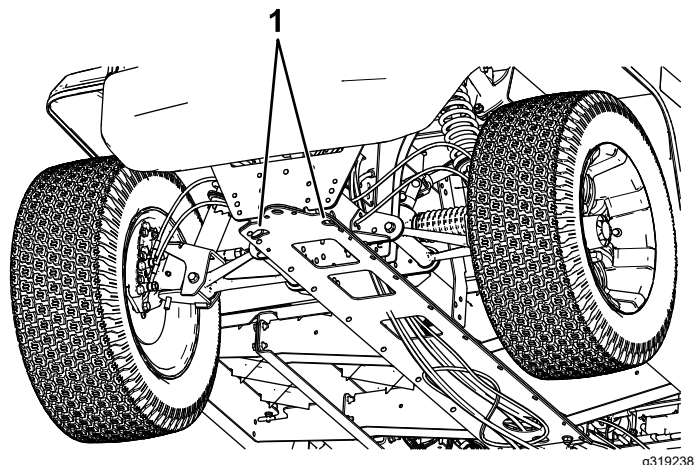
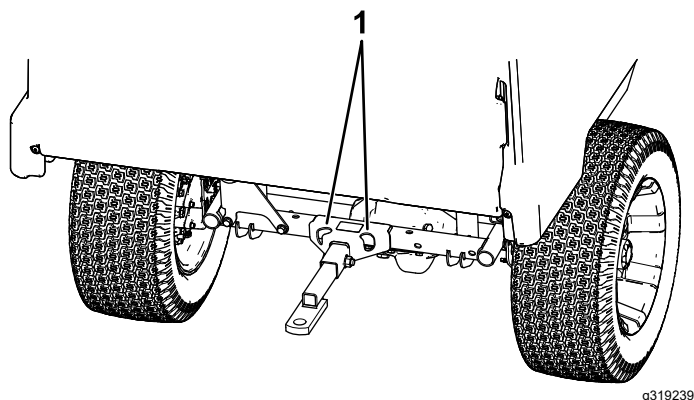

Bild 23
Bild 24
In Bild 23 und Bild 24 finden Sie die Vergurtungsstellen der Maschine.
2. Befestigen Sie ein Abschleppseil an der Zunge vorne am Maschinenrahmen (Bild 23).